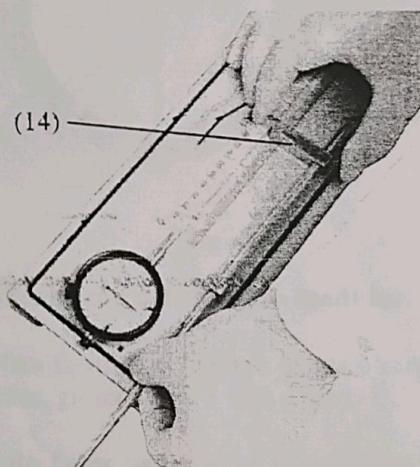

Figura 3
• Passe o corpo de prova pelo guia e coloque o batente móvel fim de curso (14), sem fixá-lo - Figura 3.